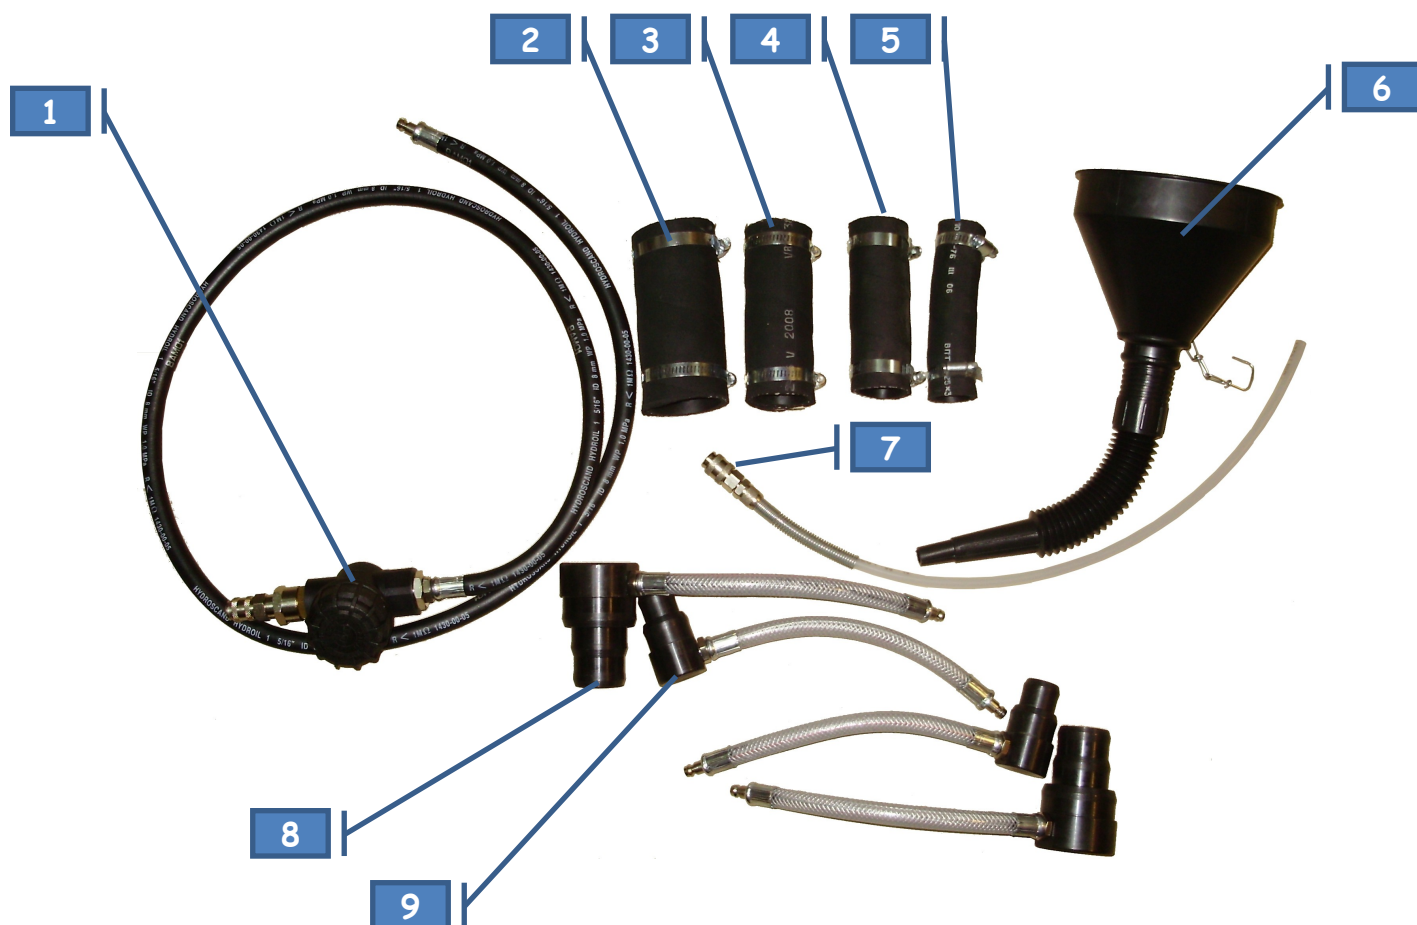

Рис. 1
4. Если используется *внутренний забор* – залить, используя воронку (п. 6 рис. 1), во внутреннюю емкость установки антифриз, в требуемом количестве (min 5 - max 20 литров), свободный конец заборного шланга защелкнуть на БРС с надписью «Емкость» (п. 8 рис .3).
5. Если используется *внешний забор*, то свободный конец заборного шланга (п. 1 рис. 1) опустить в емкость с антифризом.
4. С помощью специального адаптера (п.7 рис.1) слить часть жидкости из верхней части радиатора, чтобы в дальнейшем при снятии верхнего патрубка не произошло разлива жидкости:
- для этого защелкнуть специальный адаптер на БРС заборного шланга (п.1 рис.1);
- на радиатор надеть переходной патрубок подходящего размера (п.2, 3, 4, 5 рис.1);
- на отсоединенный патрубок автомобиля и переходной патрубок, одеть пару адаптеров подходящего размера (п.8, 9 рис.1);